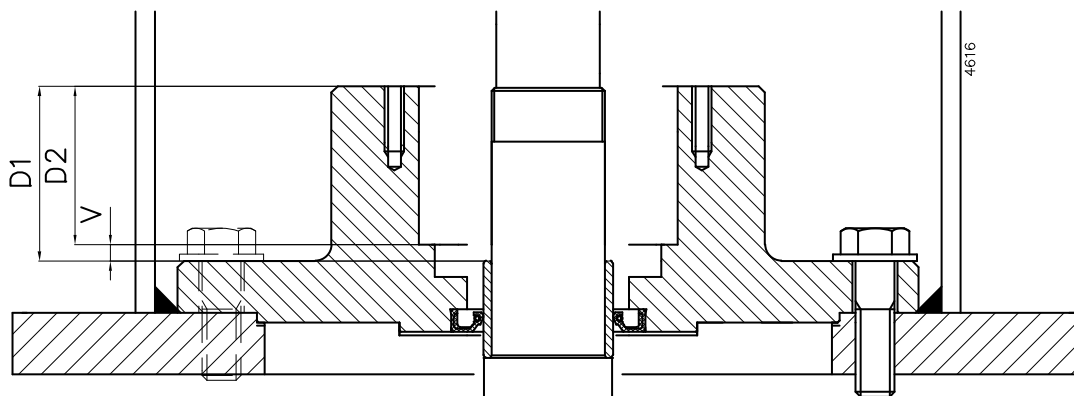

Figure 14: Détermination de l'épaisseur des bagues de calage.
- 3 Voir figure 14. Avec une jauge de profondeur, mesurez la distance **D1** de la partie supérieure du corps de palier à la partie supérieure de la bague intérieure et la distance **D2** de la partie supérieure du corps du palier à la partie inférieure du logement du roulement à billes. Comblez la différence **V** par des bagues de calage (6050).